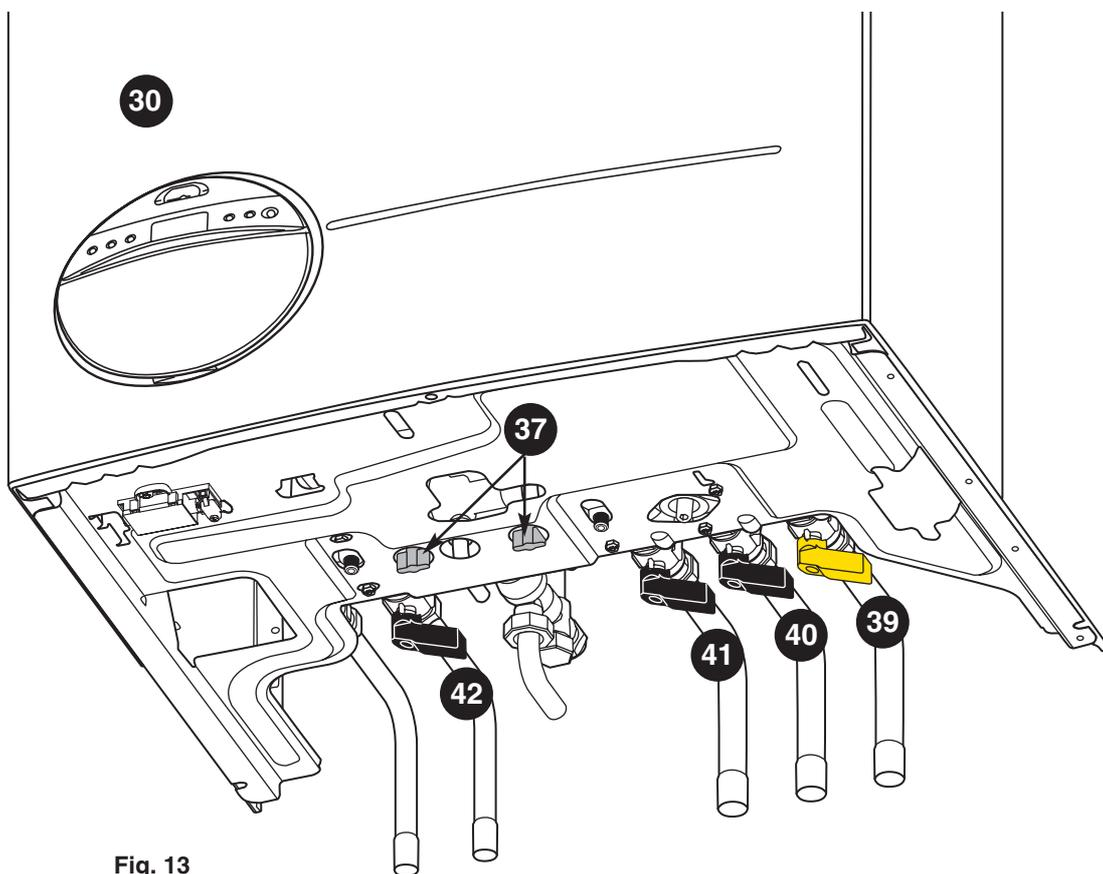

Fig. 13
**Mise en pression** (fig. 13)**Circuit sanitaire**